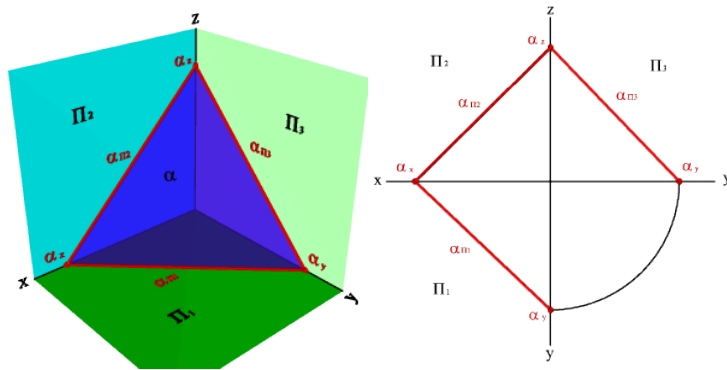

Рис.1
1. Плоскость общего положения (Рис.1)